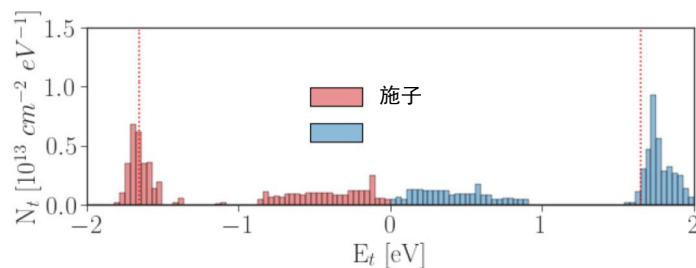

图 13. 在 NBTI 和 PBTI (使用 Comphy 模型) 之后拟合绝对 V_{th} 漂移, 从而可提取陷阱分布
- 提取物理模型 ((缺陷类型、能量和深度), 如图 13 所示